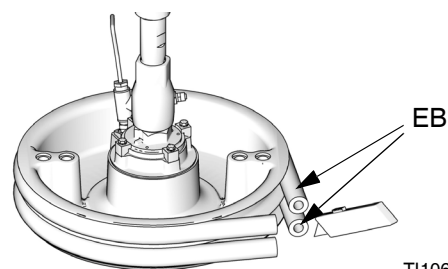

FIG. 33
2. Portare gli interruttori della scatola di giunzione elettrica (AK) e di disconnessione (AZ) in posizione OFF.
3. Per sostituire i pulitori usurati o danneggiati (EB), sollevare il piatto fuori dal fusto. Rimuovere il fusto dalla base. Eliminare il fluido dal piatto.
4. Con un coltello tagliare il pulitore o i pulitori (EB) e rimuovere dal piatto. Vedere FIG. 33.